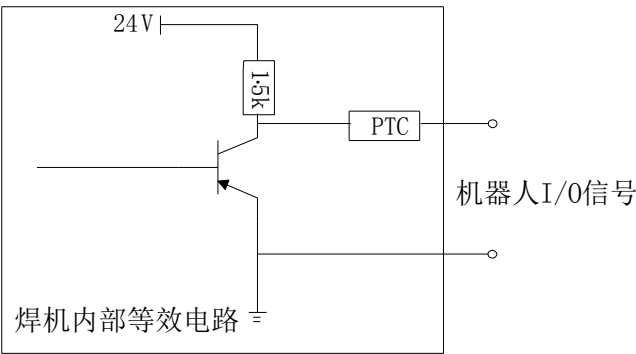

图3-44 焊机至机器人 I/O 信号等效电路
- 注 3：由焊机输出给机器人的起弧成功 I/O 信号传输等效电路见图 3-44，低电平有效。当 I/O 信号输出低电平时，起弧成功；当 I/O 信号输出高电平时，未起弧。I/O 信号最大带载能力为 200mA。